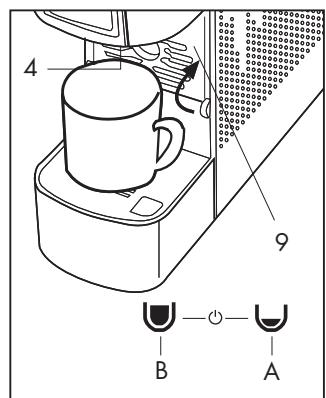
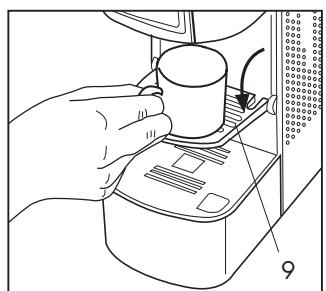

Abb. 5
Abb. 6
Das Gerät ist gereinigt, wenn mindestens 3 Tassen Wasser abgegeben worden sind. (**Abb. 5**)
Die Halterung (9) öffnen, um einen richtigen Espresso vorzubereiten und eine kleine Tasse zu verwenden (**Abb. 6**). Um große Tassen zu verwenden, die Halterung (9) schließen und die Tasse direkt auf das Gitter der Tropfschale (5) stellen (**Abb. 5**)